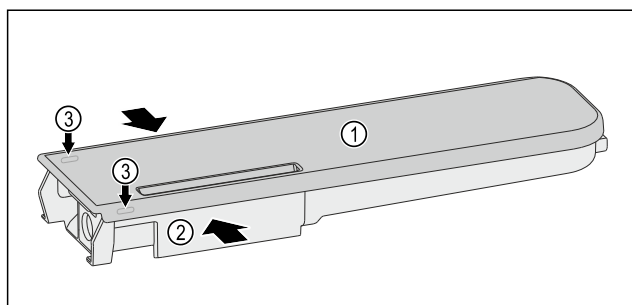

Fig. 166
- ▶ Comprimer il serbatoio dell'acqua Fig. 166 (2) e fare leva con attenzione sul coperchio Fig. 166 (1) sollevandolo dai naselli di arresto Fig. 166 (3).
- ▶ Spostare leggermente avanti e indietro il coperchio Fig. 166 (1) e rimuoverlo verso l'alto.